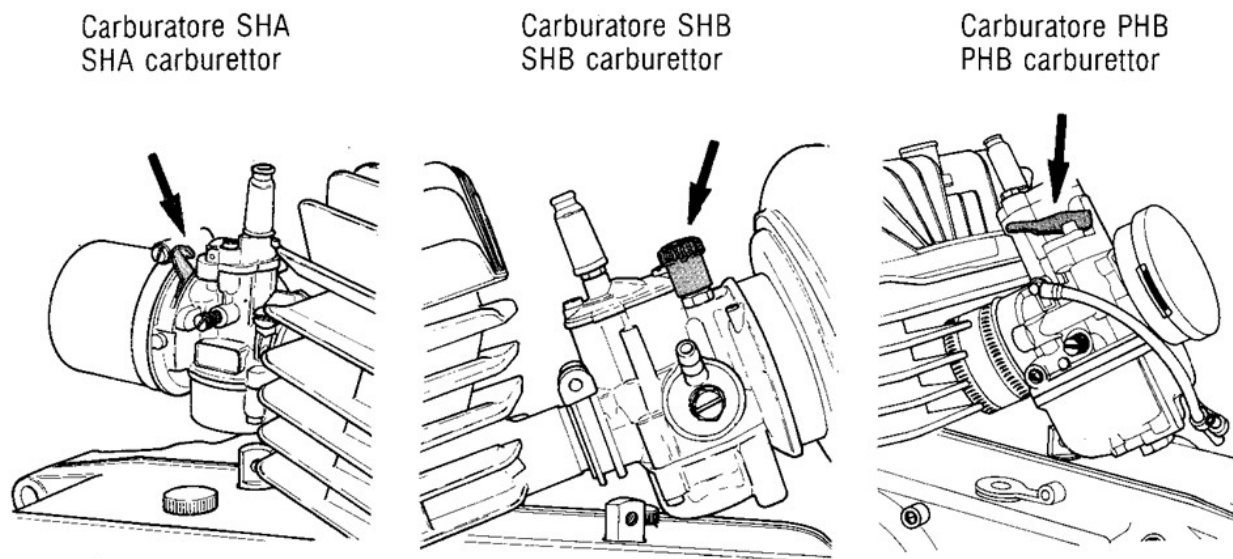

FIG. 2 Starter
- 2) **QUANDO** il motore è freddo inserire sempre la leva dello starter posta sul carburatore (vedi fig. 2) e procedere come segue: